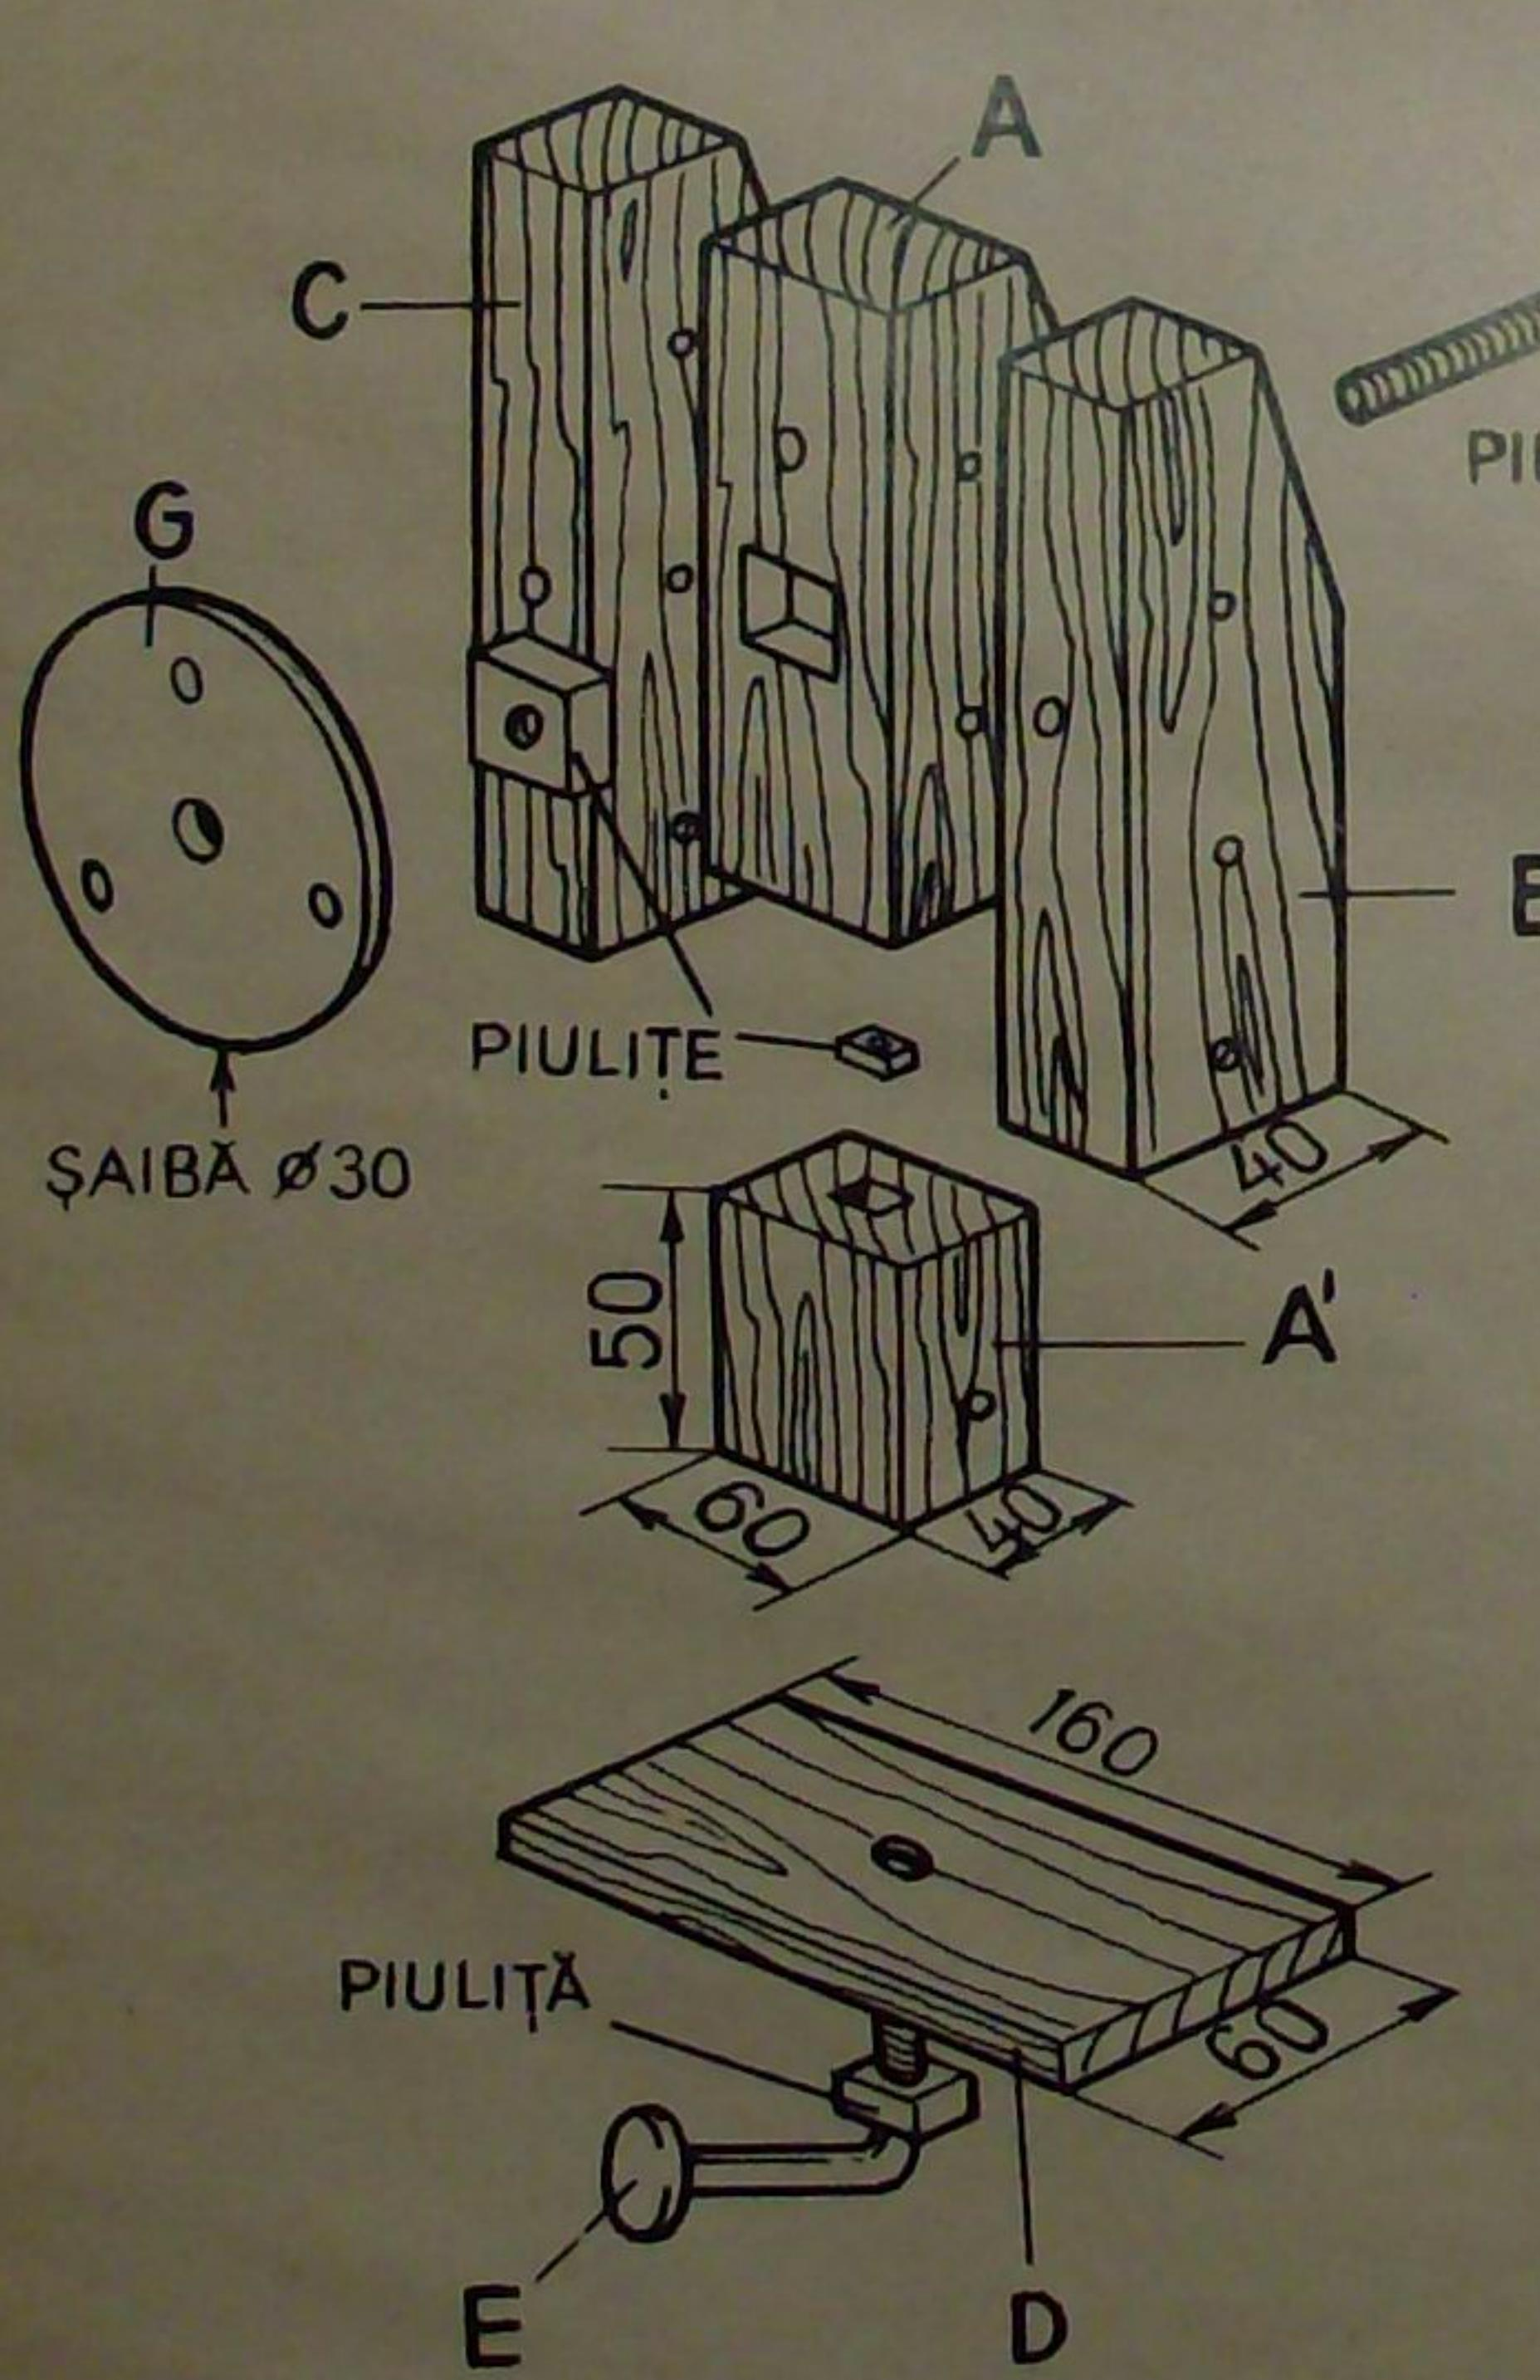

Fig. 4
**Păpușă mobilă** permite fixarea în strung a materialului de prelucrat. Se confectionează din stînghii de fag, conform fig. 4. Nu se dau dimensiuni exacte în ceea ce privește înălțimea ei, deoarece acestea depind de înălțimea la care se va afla axul bormașinii ori al motorului electric. Este compusă din cinci piese principale: piesa centrală (**A**) este tăiată la 50 mm de bază, obținându-se o nouă piesă (**A'**), ale cărei dimensiuni sint:  $50 \times 60 \times 40$  mm. Pe axul ei central se face un orificiu de 8,5 mm, scobit în